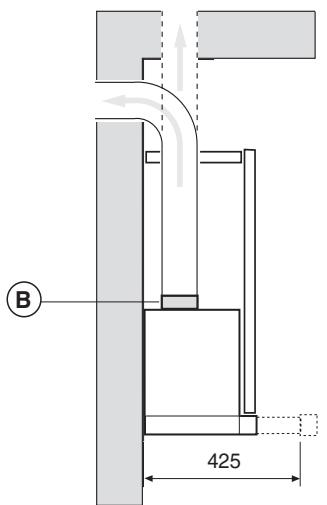
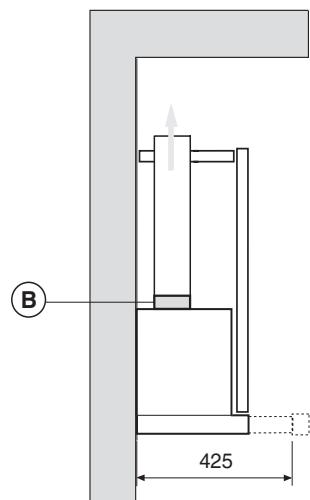

Fig.4
Fig.5
- La distanza minima fra la superficie di supporto dei recipienti di cottura sul dispositivo di cottura e la parte più bassa della cappa da cucina deve essere di almeno 65 cm. Se dovesse essere usato un tubo di connessione composto di due o più parti, la parte superiore deve essere all'esterno di quella inferiore. Non collegare lo scarico della cappa ad un condotto in cui circoli aria calda o utilizzato per evacuare fumi degli apparecchi alimentati da un'energia diversa da quella elettrica. Prima di procedere alle operazioni di montaggio, per una più facile manovrabilità dell'apparecchio disinserire i filtro/i antigrasso (Fig.5).
Per trasformare la cappa da versione aspirante a versione filtrante, richiedere al vostro rivenditore i filtri a carbone attivo. I filtri devono essere applicati al gruppo aspirante posto all'interno della cappa centrando ad esso e ruotandoli di 90 gradi fino allo scatto d'arresto (fig.6). Per effettuare questa operazione rimuovere i pannelli **G** (fig.5). L'aria viene rimessa nell'ambiente attraverso un tubo di connessione passante attraverso il mobile e collegato all'anello di raccordo **B** (fig.4).